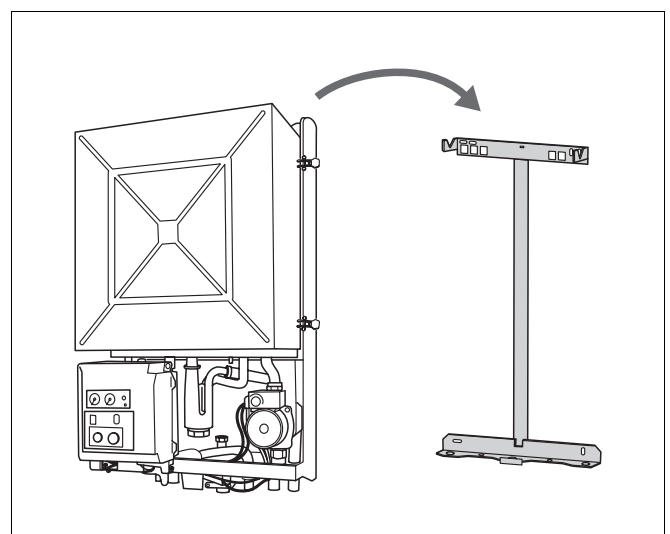

Abb. 4 Montage des Heizkessels
- Heizkessel auf den Wandhalter hängen (Abb. 4).